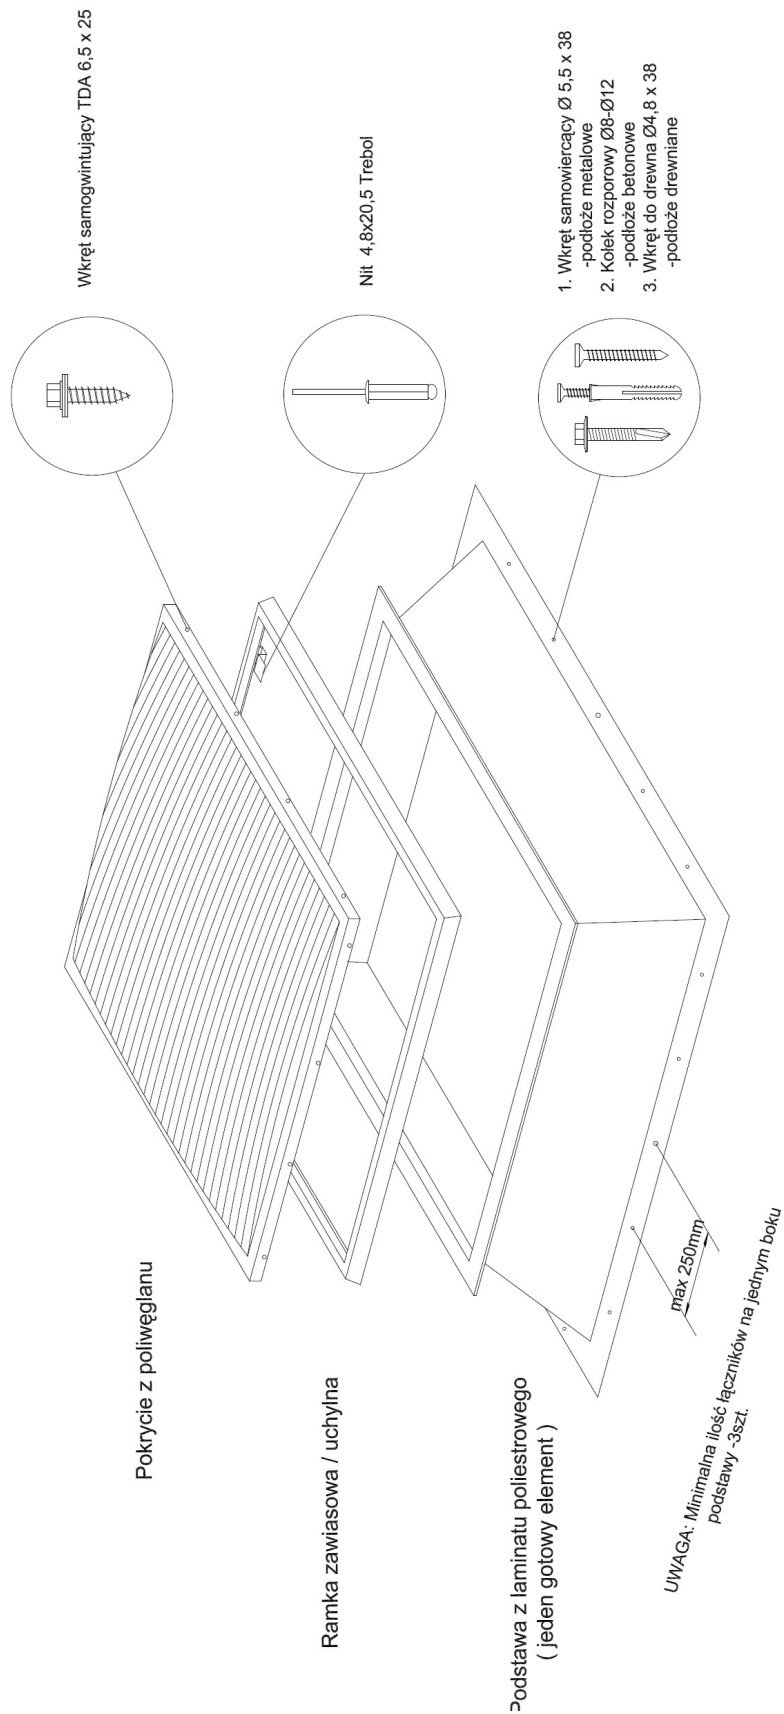

Rys. 2. Świetlik AWAK wyłaz podstawa z laminatu
- rys. 2. Wyłaz dachowy AWAK, podstawa z laminatu